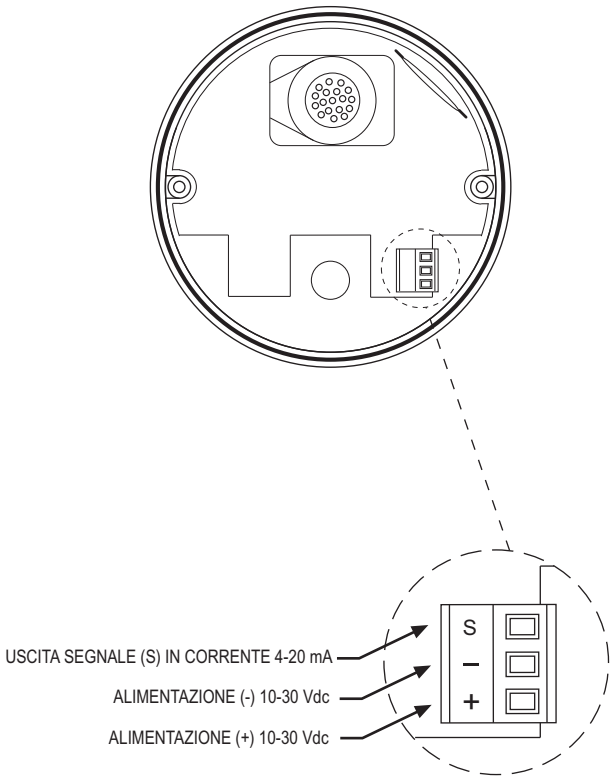

Figura 3: Collegamenti elettrici
- b. Tutti i collegamenti avvengono mediante la morsettiera estraibile posta nella parte inferiore del rivelatore (vedi Figura 3). La morsettiera viene estratte dalla sua base tirandola verso l'esterno.
- c. Collegare i terminali “S”, “+” e “-” della morsettiera di alimentazione all'unità di controllo (vedi Figura 3).
- b. Estrarre la morsettiera di alimentazione (vedi Figura 3) dalla sua base tirandola verso l'esterno oppure togliere alimentazione all'impianto.